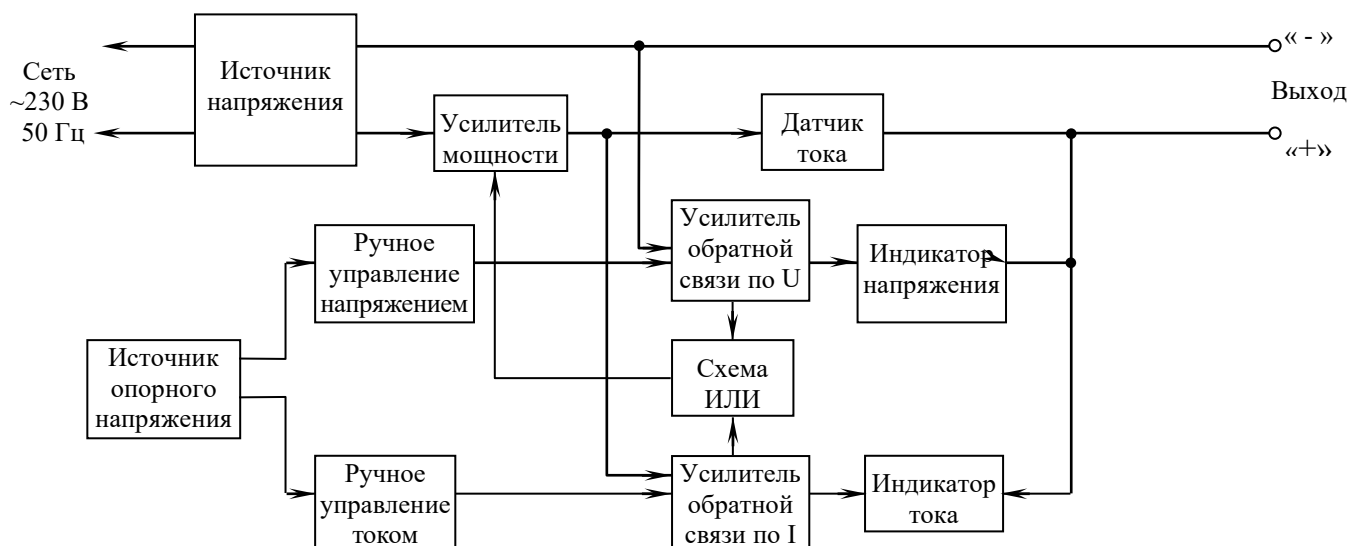

Рисунок 1 – Структурная схема источника питания
**1.4.1** Источник питания постоянного тока представляет собой компенсационный стабилизатор с последовательно включенным регулирующим элементом и усилителями обратной связи по напряжению и по току (рисунок 1).